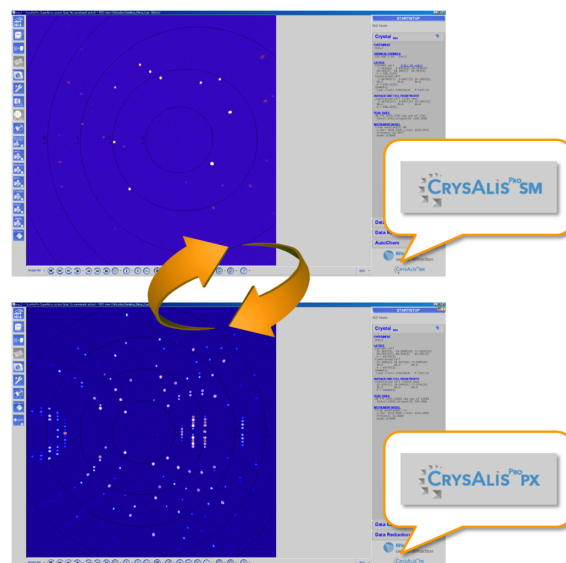

図1. CrysAlis^{Pro}のGUIとモードの切り替え。
どなたでも簡単かつ直感的に操作できるユーザーインターフェースを搭載しています。GUI上でクリックするだけで、“Small molecule (SM)”モードと“Protein (PX)”モードの切り替えが可能です(図1)。それぞれのモードに最適なワークフローとツール構成に速やかに切り替わるため、試料によらず、同じ操作感でデータ測定および処理ができます。